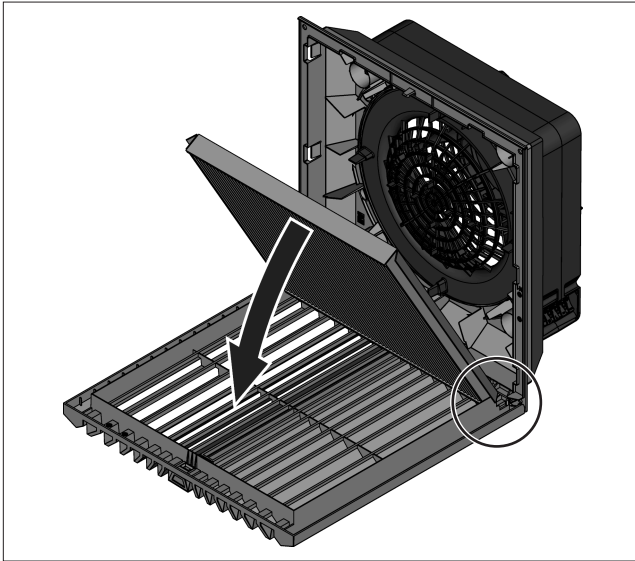

Abb. 13: Faltenfilter IP 54 einbauen
- Legen Sie den Faltenfilter in das Lamellengitter ein. Der Schriftzug „Top“ kennzeichnet die Einlegerichtung (siehe Abb. 13).